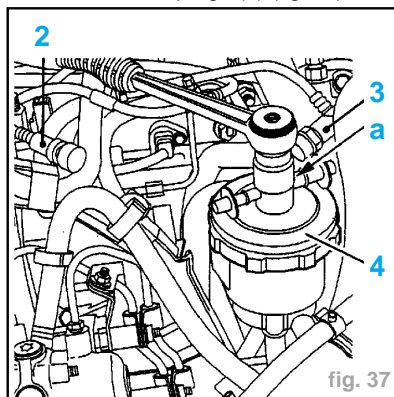

fig. 37
- Écarter les raccords (2), (3) (fig. 37)
- Poser une douille de **22 mm** (en (a)) (fig. 37).
- Appliquer une pression sur le couvercle (4) et serrer simultanément d'un quart de tour.
- Accoupler les raccords (2) et (3)